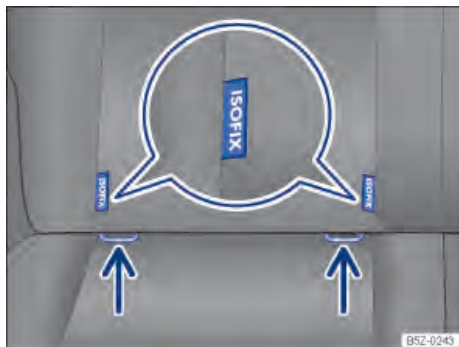

Fig. 34 No banco do veículo: identificação dos pontos de ancoragem inferiores para cadeiras de criança.
Os 2 olhais de retenção para cada cadeira de criança dotado do sistema ISOFIX podem ser acessados entre o encosto e assento do banco traseiro → Fig. 34.
- Afastar lateralmente o cinto de segurança e encaixar a cadeira de criança nos olhais de retenção → Fig. 34 indicados pelas setas. A cadeira de criança deve engatar de forma segura e audível (click).
- Colocar a cadeira de criança sobre a superfície do banco, afastar lateralmente o cinto de segurança e prender os ganchos dos cintos de fixação nos olhais de retenção → Fig. 34, caso os cintos de fixação sejam fornecidos junto com a cadeira de criança.